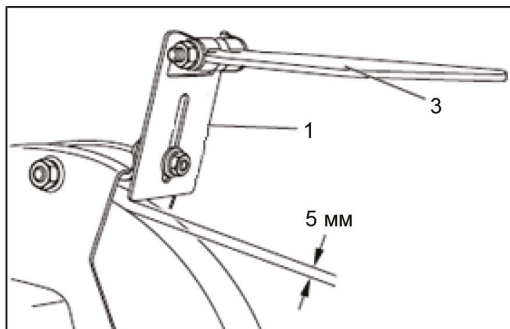

Рис. 2
3. Установите на станок искрогасители 1 (Рис. 2) и защитный экран 3 (Рис. 2) используя крепеж из комплекта.
4. Отрегулируйте зазор между искрогасителем и шлифовальным кругом. Он должен быть 5 мм (Рис. 2)